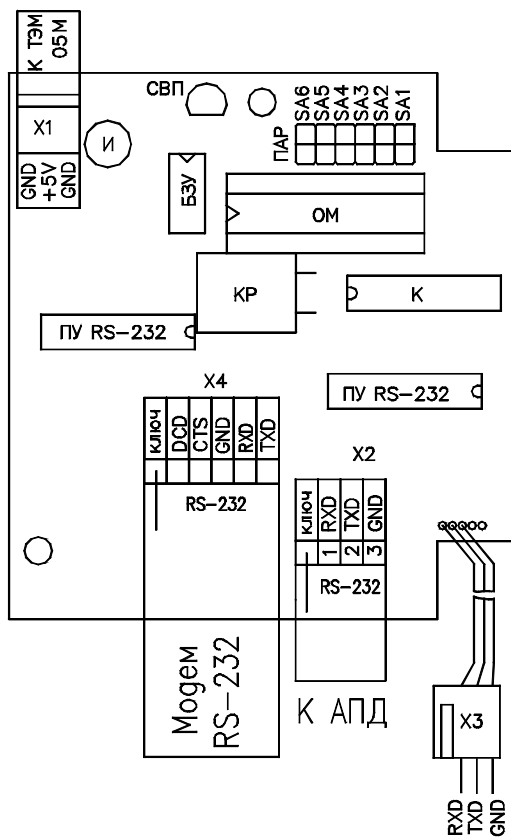
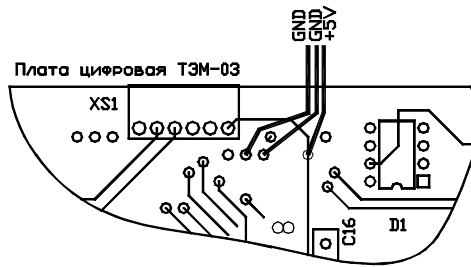

рис.2
Рис. 3
2.4 Конструктивно адаптер представляет собой плату с установленными на ней электронными компонентами и разъемами для подключения внешних цепей и питания (рис.2)
3.1 Адаптер монтируется внутри корпуса теплосчетчика ТЭМ-05М-3 на защитном экране. При этом ответная часть кабеля, присоединяемого к разъему X1 адаптера, присоединяется к цепям питания теплосчетчика (см. рис.3, а разъем X3 адаптера - к выходному разъему интерфейса RS232C теплосчетчика (см. рис.2 и руководство по эксплуатации ТЭМ-05М-3).
3.2.4 Подпаять провода шлейфа питания к плате цифровой в соответствии с рис.3 (ТЭМ-05М-3). Обратить внимание на полярность контактов разъема X1 платы АИФ;